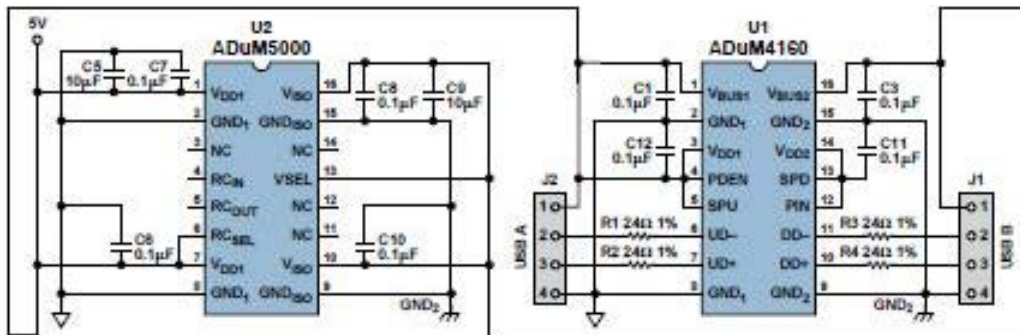

図9. isoPowerを含む絶縁ケーブル・インターフェース
3. ケーブル・インタフェース絶縁に使用する場合 (図9)。
絶縁USBケーブルを駆動する場合は(図9)、DC/DCコンバータを使ってダウンストリーム・ポートとケーブルの両方に電源を供給する必要があります。USB仕様の条件を満たすには、ケーブルのダウンストリームから5V電源を周辺機器のプルアップ抵抗や回路に供給しなければなりません。ADuM5000などの絶縁型DC/DCコンバータはこの電力を供給しても十分に余裕があるので、消費電力の低いダウンストリーム・デバイスに電力を提供できます。図9は、isoPower®と呼ばれる絶縁型DC/DCコンバータを内蔵したデバイスADuM5000の使用例を示しています。このアプリケーションでは、ADuM4160の転送速度設定用のピンがいくらか不要となります。この絶縁ケーブルでは、一度に1つのUSB速度でしか動作しません。速度モードを変更するには、単純にマニュアルでスイッチを操作するか、あるいは専用の回路を使って配線を切り換える必要があります。どのような方法を用いるかは、エンドユーザの使用条件によって異なります。